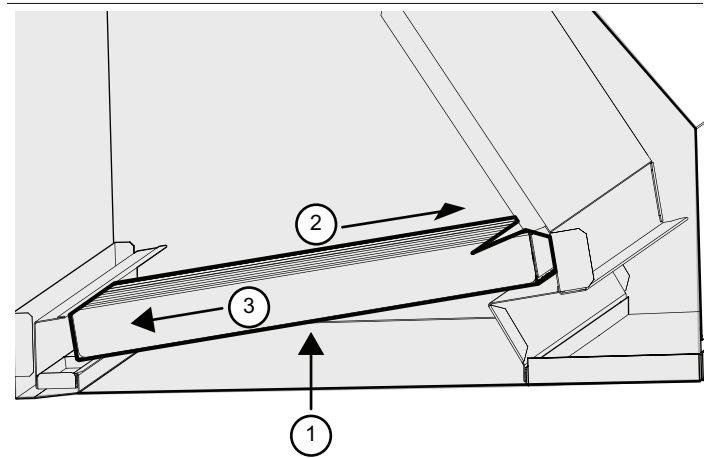

Figure 30 : plateaux à graisse
- b) **Filtres** — Commencez par insérer le filtre de 8 po au centre, puis ajoutez les autres jusqu'aux bords. Poussez vers le haut et faites glisser vers l'avant de la hotte, puis poussez vers le fond (Figure 30).